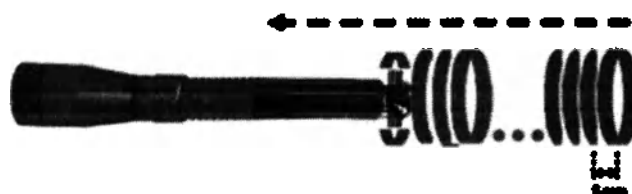

Рисунок 5.24 Наложение лазерной энергии вдоль передней стенки вагинального канала во время первого прохода.
- Повторяйте процедуру, как показано на Рис.5.24 до тех пор, пока не будет достигнут вход в вагинальный канал.